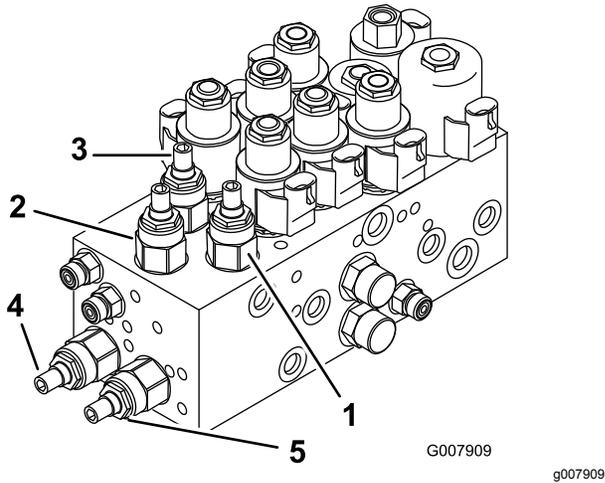

Figura 79
- Localice las válvulas de ajuste de las unidades de corte deseadas; las válvulas están situadas en el colector de elevación; consulte el gráfico y la Figura 79.